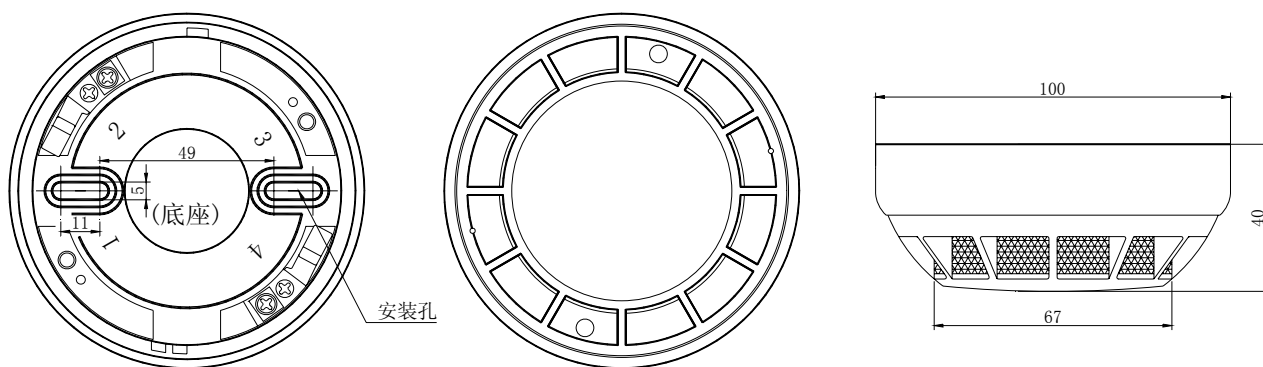
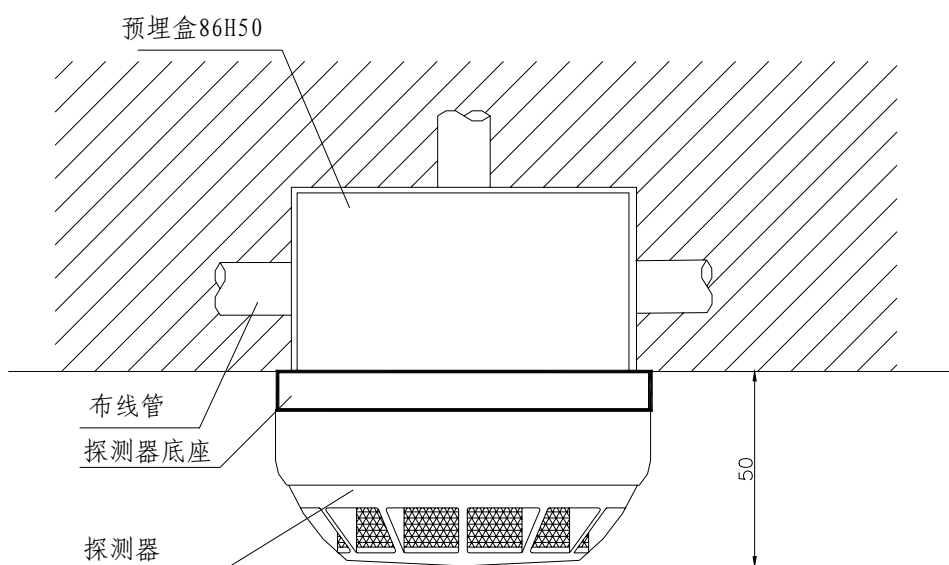

图1：ZH8503 智能光电感烟探测器外形及安装尺寸
图2：ZH8503 智能光电感烟探测器安装示意图
- 1、ZH8503 光电感烟探测器应顺时针旋紧安装在通用底座上。外形及底座见图 1，安装示意图 2。